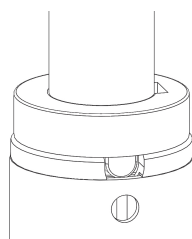

Figura 29 – Blocarea suportului pentru butelia cu oxigen
2. Rotiți și blocați suportul pentru butelia cu oxigen în manșonul auxiliar (Figura 29).